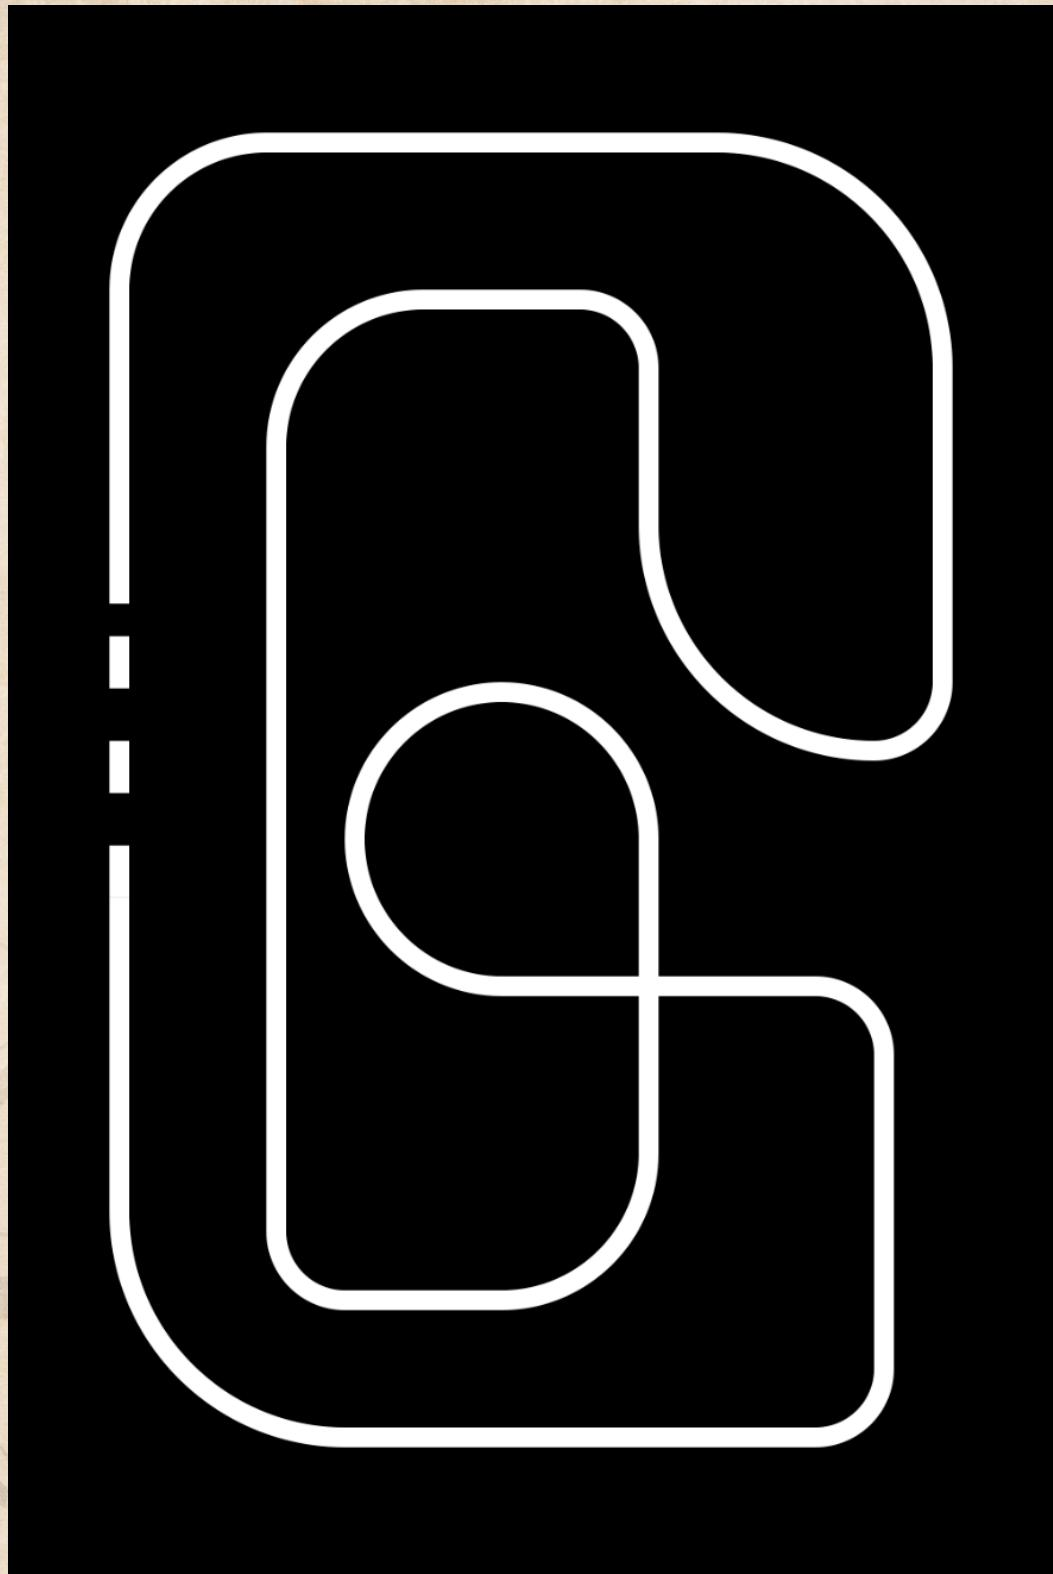

Figura 2. Distribución de la cancha
- Las líneas serán de color blanco mate, pintadas con pintura comercial blanca mate a base de aceite, con un ancho constante de \approx 19 mm. La forma exacta de la pista está representada en la Figura 2 proporcionada en este documento, y no se aceptarán modificaciones en dicha configuración.